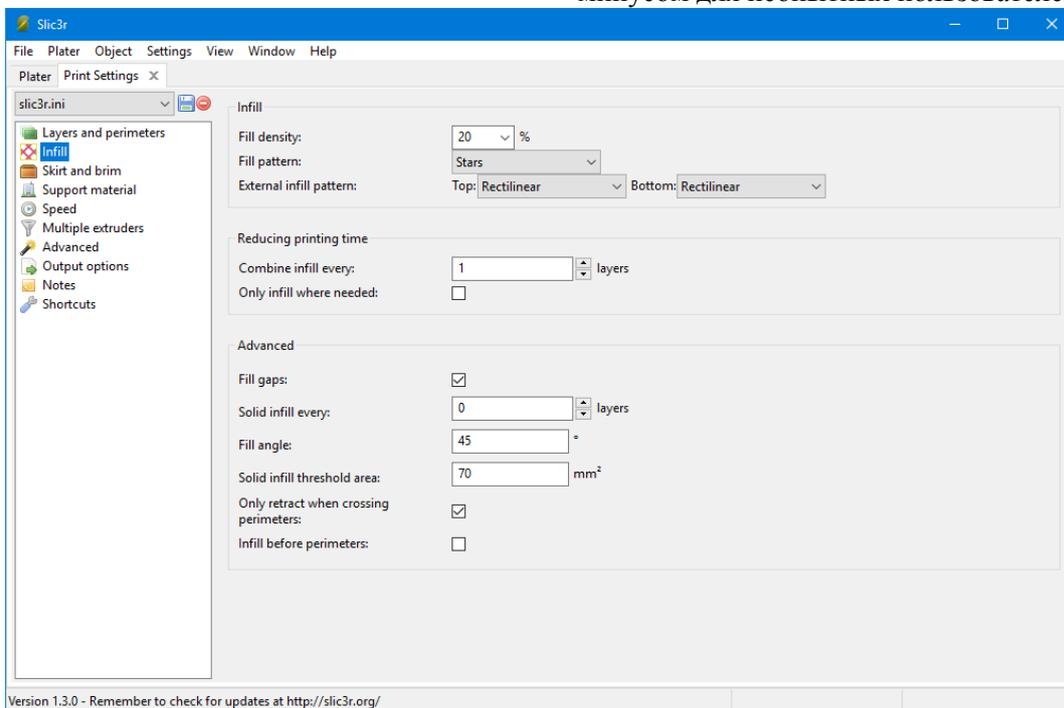

Рисунок 3. Окно настроек Slic3r.
Для нарезки 3D-моделей можно использовать слайсер slic3r (рис. 3). В нём достаточно много тонких настроек, которые при правильном использовании помогут опытному пользователю получить на выходе достаточно-качественную, распечатанную 3D-модель. У этих параметров по умолчанию уже включен или выключен нужный режим. Поэтому, без определенного опыта и множества проб и ошибок, лучше не пытаться настраивать данный слайсер.
- Важным фактором является настройка скоростей печати во вкладке speed на панели Print Settings (рисунок3), которая так широко развернута только в slic3r;